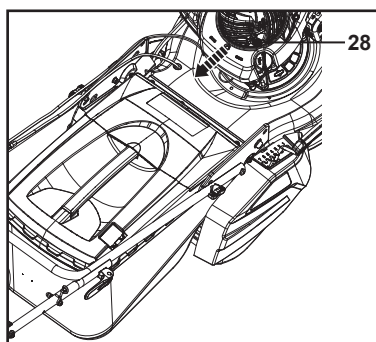

Rys. 12
1. Przed uruchomieniem silnika pociągnąć dźwignię hamulca (3) do tyłu i przytrzymać przy górnym uchwycie (1). Podczas pracy trzymać w położeniu przyciśniętym (rys. 12).
2. Puścić dźwignię hamulca (3), aby zatrzymać silnik.
1. Pociągnąć dźwignię hamulca (3) do tyłu i przytrzymać przy górnym uchwycie (1) (rys. 12).